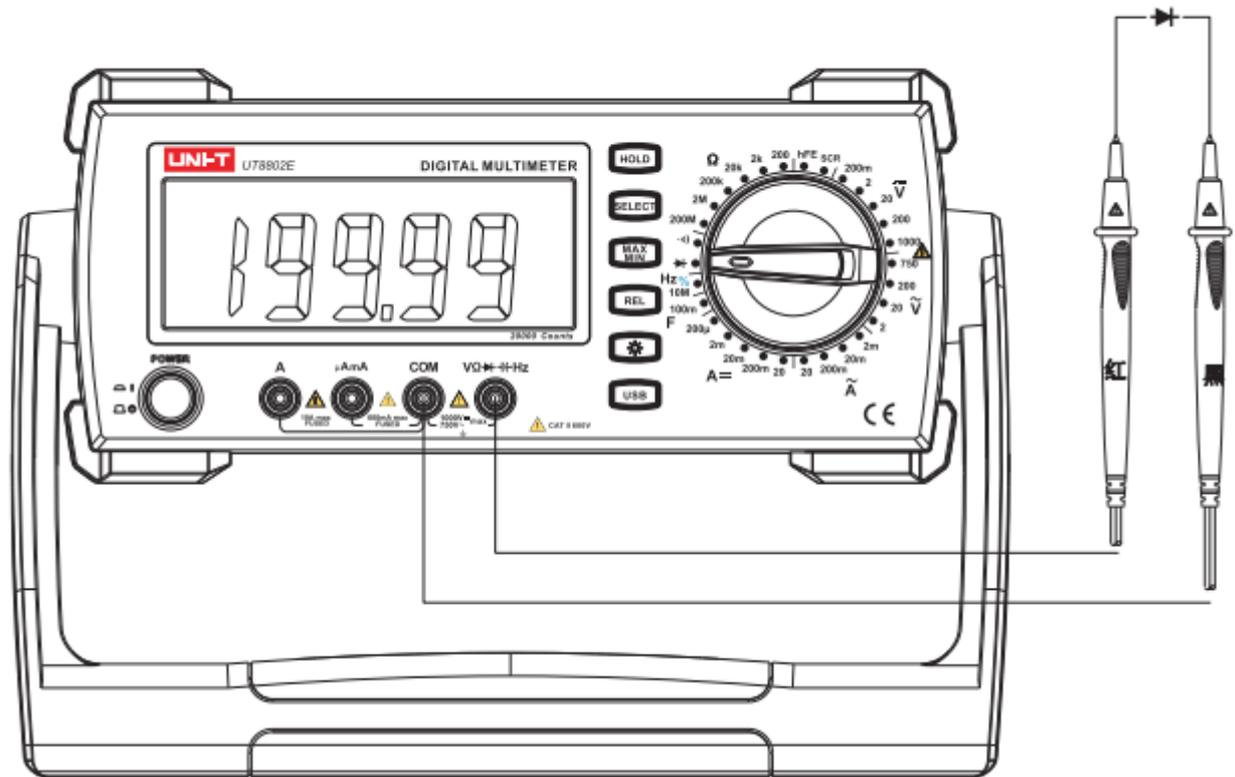
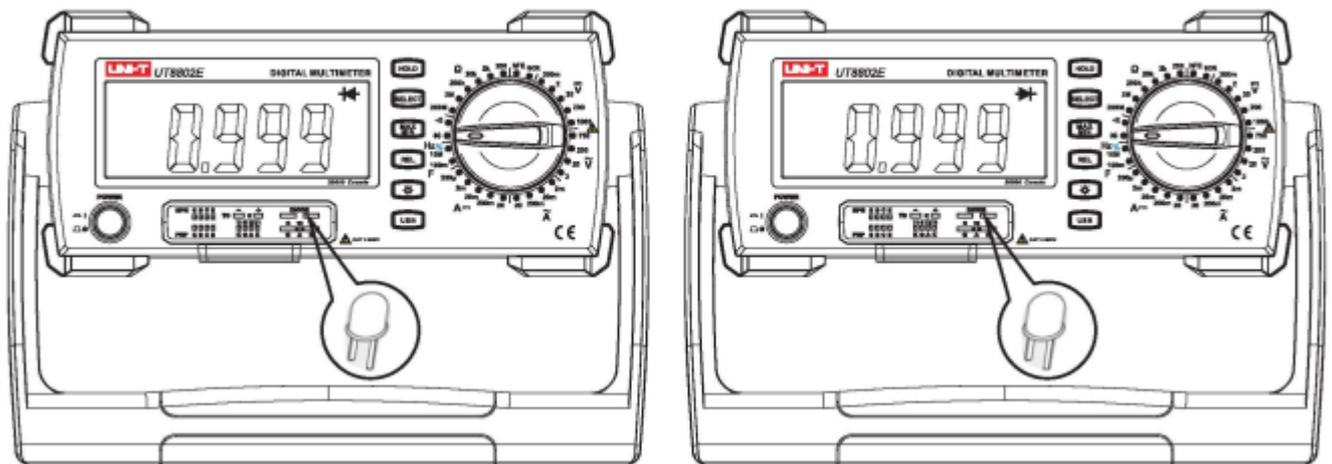

Abbildung 8
Abbildung 9
8. Messung von Dioden (siehe Abbildung 8, Abbildung 9)
1. Stecken Sie den Adapter UT-S03A an die entsprechende Stelle des Instruments (Abbildung 9).